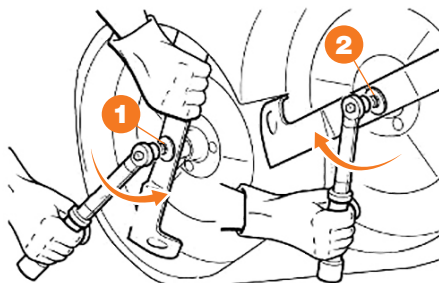

Рис. 30
- Произведите затяжку болтов усилием 40-45 Нм. Болт 1 затяните по часовой стрелке (правая резьба), болт 2 затяните против часовой стрелки (левая резьба) (Рис. 30).